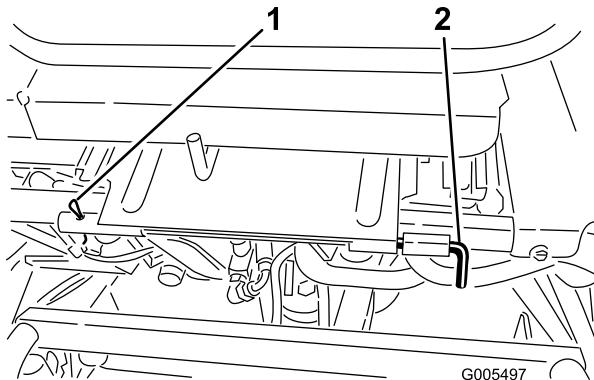

図 9
8. シート・アセンブリを取り付け（図 9）。シート・ピボット・ロッドとロール・ピンで固定する。